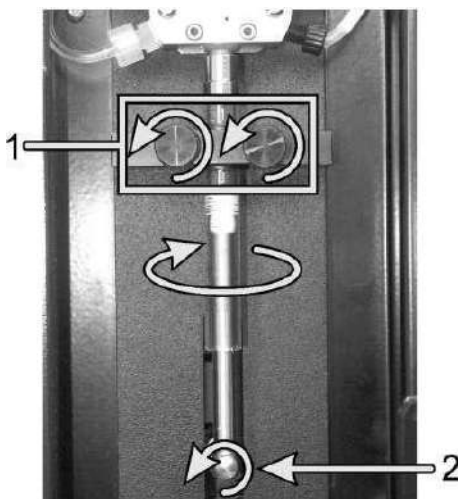

Рисунок 12.11: Снимите шприц дозатора с зажимным винтом (1) и винтом плунжера (2)
4. Ослабьте два винта, удерживающие зажим шприца дозатора, как показано на рис. 12.11.
5. Снимите и сохраните винты с накатанной головкой, которые крепят плунжер к выдвижному рычагу (см. Рисунок 12.11)
6. Поверните стеклянную трубку в направлении, показанном на рис. 12.11, и извлеките ее из клапана шприца дозатора.